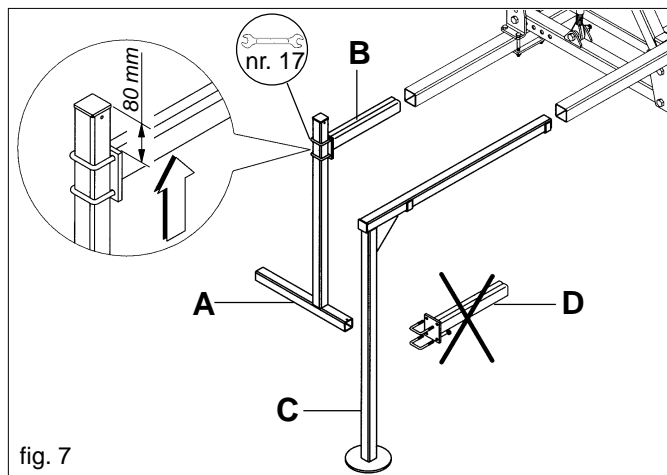

fig. 7
- Die hinteren Stützfüße (A Abb. 7) (rechts und links) entfernen;
- Die Muttern des Anschlusses (B Abb. 7) lockern und denselben wie auf der Abbildung dargestellt auf eine Höhe von 80 mm verschieben;
- Die vorderen Stützfüße (C Abb. 7) (rechts und links) entfernen;
- Die Muttern lockern und den Anschluss (D Abb. 7) entfernen;